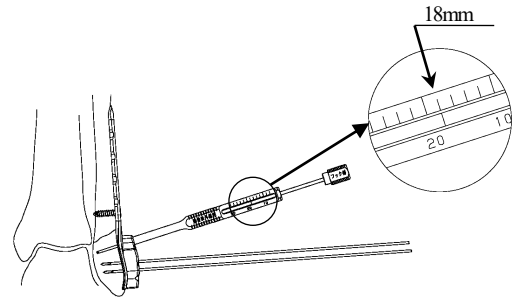

図13
- 2) 2.5 ドリルガイド又は2.5 ドリルスリーブ (T) を取り外し、腓骨後外側用デプスゲージを使用して、イメージインテンシファイヤー (X 線透視) で確認しながらデプスゲージ先端が突き当たったところで計測し、計測値と同一長さのスクリューを選択します。(図13)